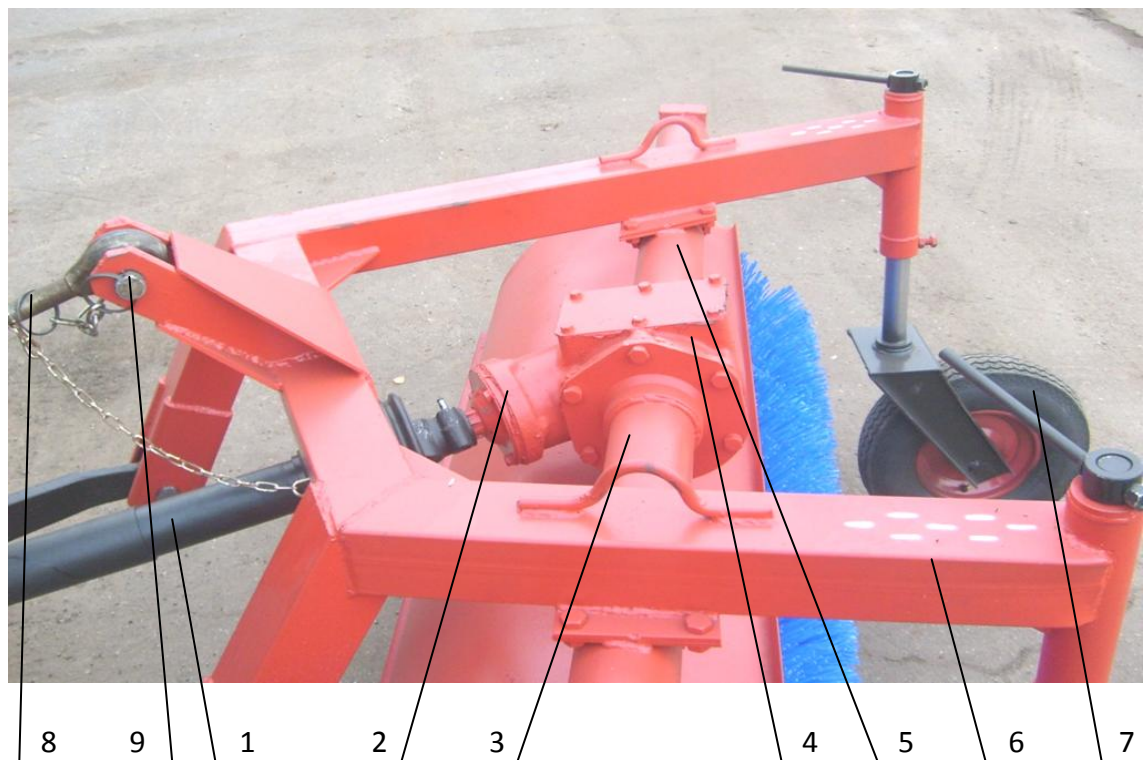

Рисунок 1. Оборудование щеточное в сборе.
Оборудование щеточное УН - 320.02 (рис.1) состоит из:
- Рамы (поз.6 рис.1), которая через Талреп и два Рычага соединяется с задней навеской трактора;
- Узел ведущей шестерни (поз.2 рис.1) и Редуктор (поз.4 рис.1) крепятся на Раму через Корпус вала промежуточного (поз.3 рис.1) и Узел корпуса редуктора (поз.5 рис.1);
- в направляющие Рамы устанавливаются два Колеса (поз.7 рис.1);
- Вал карданный (поз.1 рис.1) устанавливается на шлицевой вал Узла ведущей шестерни и соединяется с ВОМ трактора;
Отвал (рис.1) состоит из: